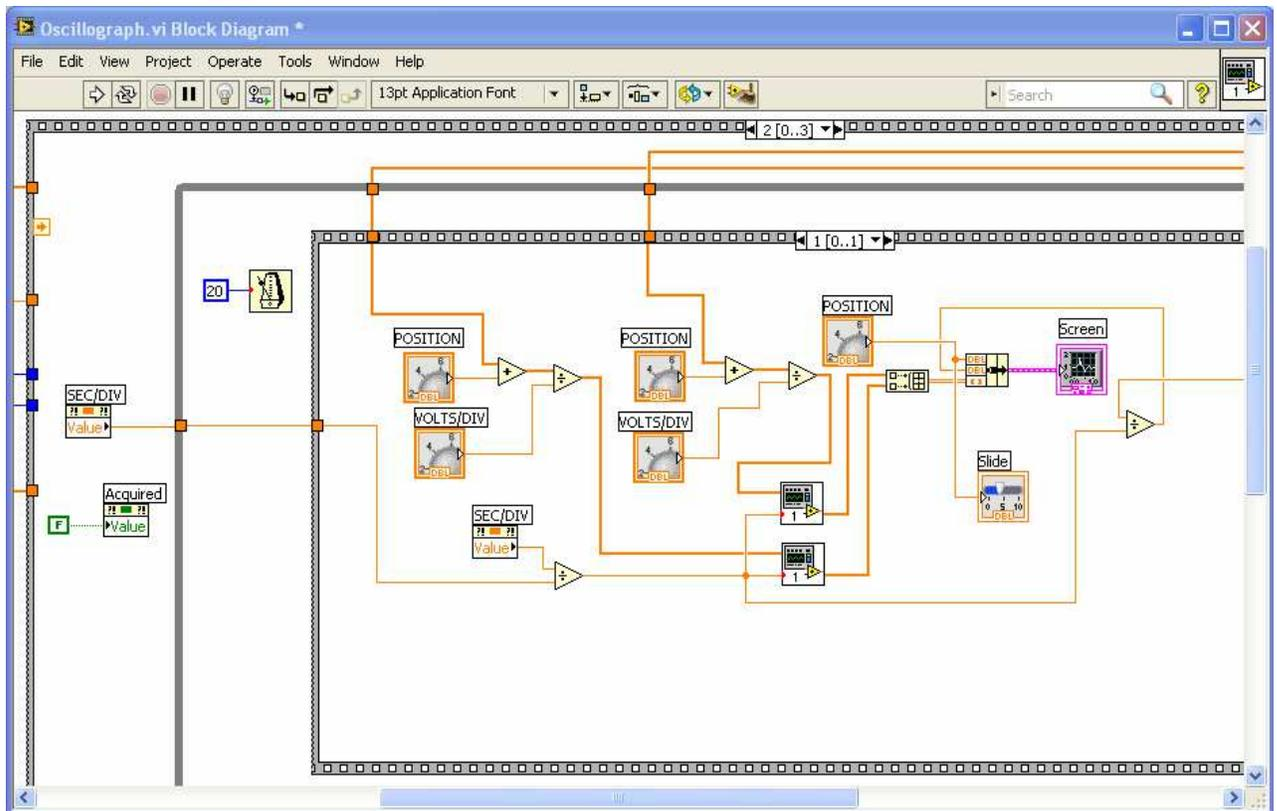

Рис. 3. Пример блок диаграммы.
Лицевая панель виртуального прибора (см. пример на Рис. 3) может включать средства ввода-вывода: кнопки, переключатели, индикаторы, табло, графопостроители и т.п. а также визуальные средства построения интерфейса.
Блок-диаграмма (см. пример на Рис. 3) содержит функциональные узлы передачи и обработки данных. Узлы обработки данных помимо функциональных блоков содержат блоки задающие последовательность обработки данных: **If**, **For**, **While** и т. п.
На Рис. 3 приведен пример окна блок-диаграммы. В окне блок-диаграммы содержится исходный код программы с объектами в виде
- изменение значений элемента управления. Позволяет изменять параметры ввода лицевой панели (см. рис.3 ) при неработающем VI.